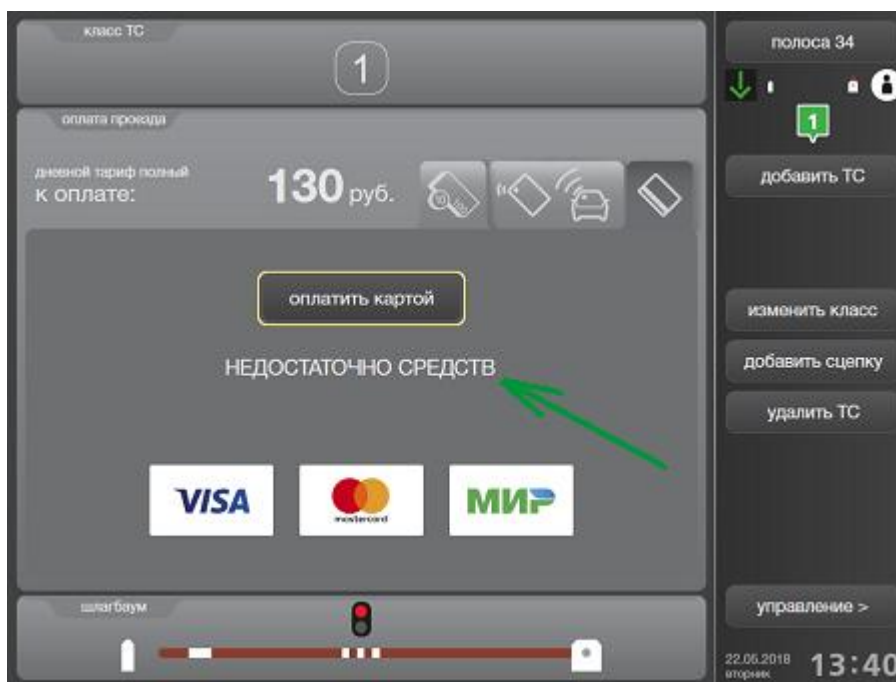

Рисунок 88. Ошибка при оплате проезда ТС банковской картой
- 1) Если оплата по карте **невозможна**, на экране банковского терминала и на экране АРМ отобразится сообщение, соответствующее причине отказа в оплате (рис. 88).